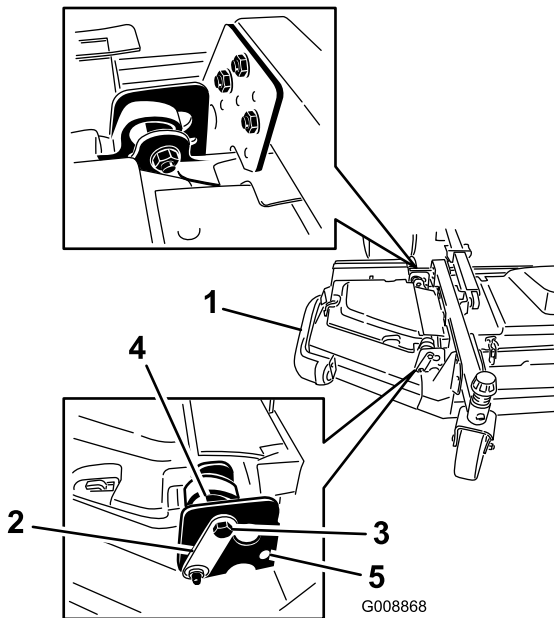

Figure 7
- Desserrez les boulons et écrous qui fixent les deux entretoises excentriques aux ailettes (Figure 7).
- Tournez l'excentrique arrière (la plus proche du groupe de déplacement) jusqu'à ce que la pointe extérieure de la lame soit plus haute d'environ 3 mm que la hauteur de coupe voulue (Figure 7).